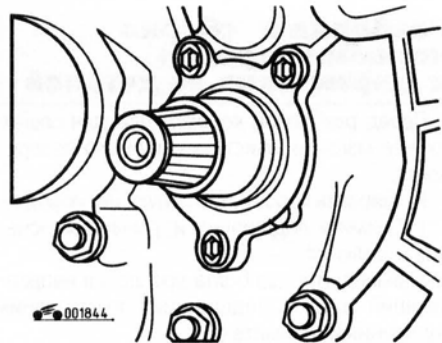

Рис. 5.19. Установка направляющей втулки подшипника выключения сцепления
16. Установите направляющую втулку (рис. 5.19) подшипника, заменив уплотнительное кольцо на новое, и закрепите ее болтами.